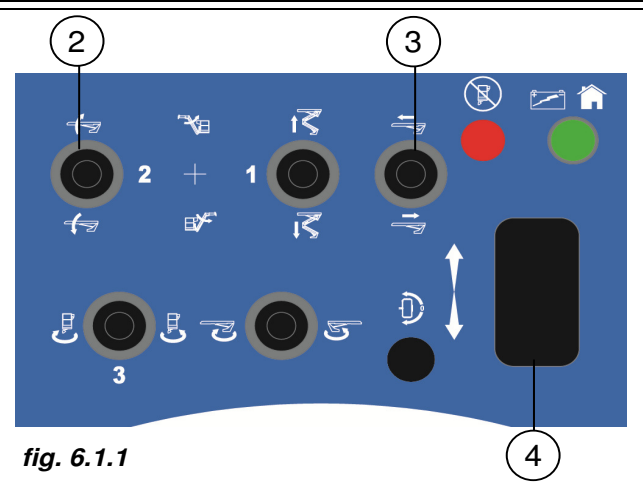
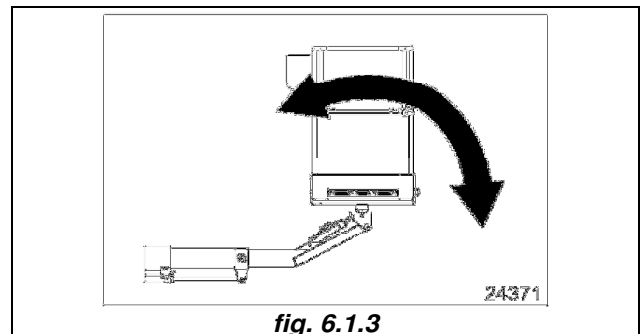

fig. 6.1.1
fig. 6.1.3
- actionner le levier de commande de soulèvement bras (pos.2 fig. 6.1.1), en maintenant le levier actionné appuyer sur le bouton potentiométrique de réglage de la vitesse (pos. 4 fig. 6.1.1) jusqu'à ce que la nacelle se soulève d'environ 50 cm.
Tourner les deux déviateurs à deux positions présents dans la partie postérieure du cylindre d'extension de 90° en position de mise à niveau (*fig. 6.1.3*).
- descendre de la plateforme et actionner le levier de commande «extension bras télescopique» (*pos. 3 fig. 6.1.1*) et sans le laisser, actionner le levier qui contrôle la vitesse des mouvements. De cette façon, il est possible de niveler la nacelle (effectuer une course complète de la nacelle du bas vers le haut et ensuite alignez-la) (*fig. 6.1.3*).